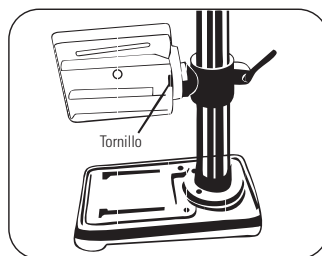

FIGURA 8.10
- Afloje el tornillo localizado en la mesa **7** (Figura 8.10).
- Apriete nuevamente el tornillo (Figura 8.10).